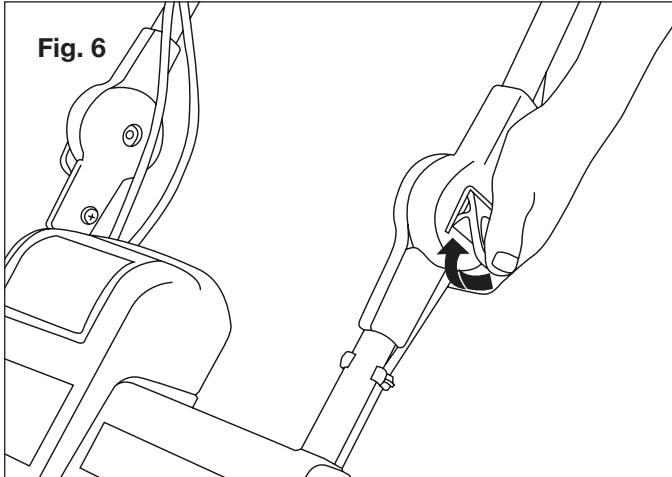

Fig. 6
- Asegure la conexión del ensamblado de mango intermedio al mango superior ajustando las trabas de mango en cada lado (Fig. 6).